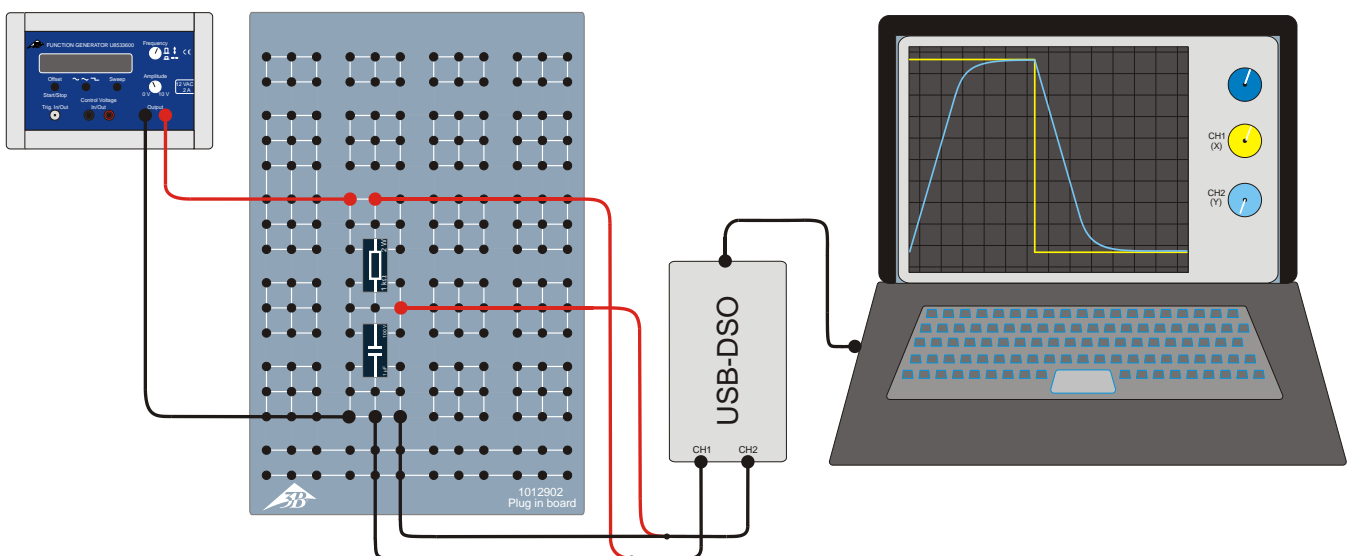

Fig. 2: Esquema da disposição de medição.
- Montar disposição de medição conforme Fig. 2.
- Conectar o resistor de 1 kΩ e capacitor de 1 μF, conforme mostrado nas Fig. 2 e 3 na placa de encaixe.